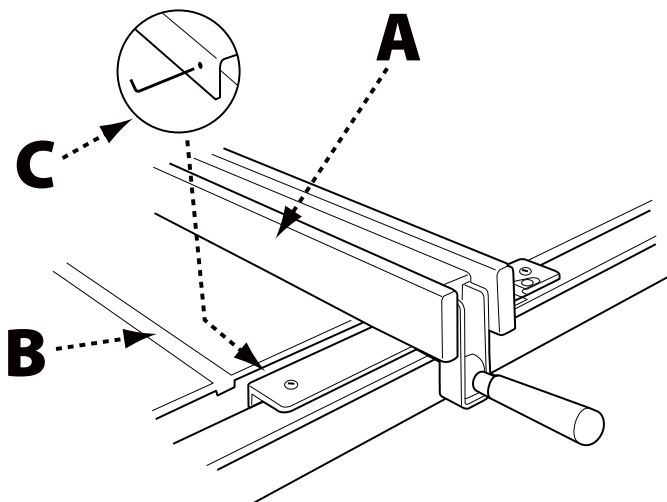

FIGURE 39
2. Si la paroi du guide (A) Figure 39 n'est pas parallèle à la fente (B), soulevez le levier de serrage et levez le guide et placez-le sur la table de sciage.
3. Ajustez l'une ou les deux vis de pression (C) d'1/4 de tour ou moins.